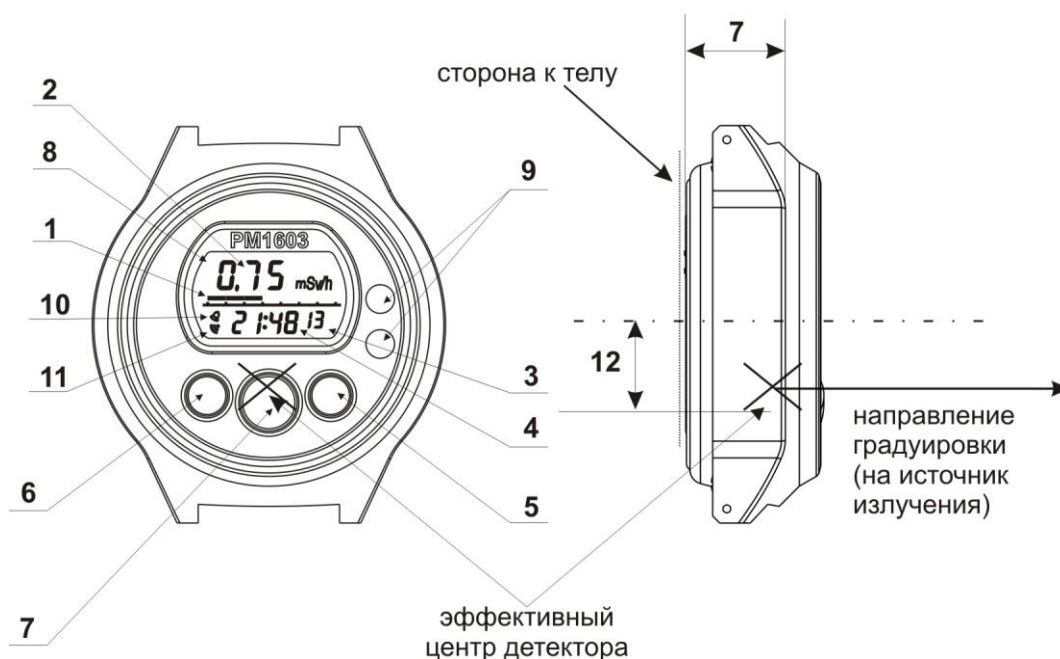

Рисунок 1.2 – Общий вид дозиметра
Зона ЖКИ (2), рисунок 1.2 – вывод значений МЭД;
Зона ЖКИ (2), рисунок 1.2 – вывод значений ЭД;
Зона ЖКИ (2), рисунок 1.2 – номер дозиметра;
Зона ЖКИ (2), рисунок 1.2 – символ режима будильник “**бзд**” (“AL”);
Зона ЖКИ (2), рисунок 1.2 – символ режима таймер “TR” (“TR”);
Зона ЖКИ (2), рисунок 1.2 – символ режима секундомер “СТ” (“ST”) и десятые доли секунды;
Зона ЖКИ (2), рисунок 1.2 – день недели;